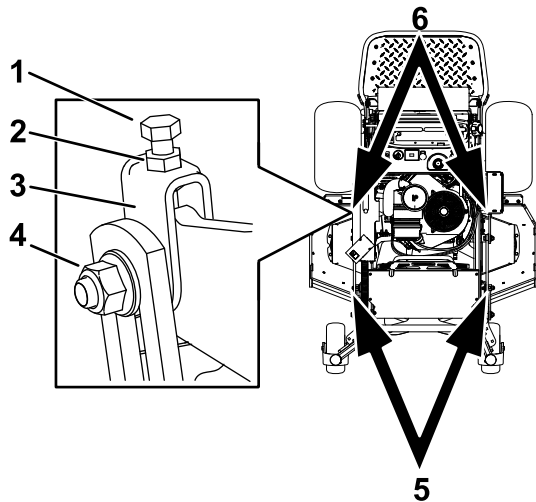

図 97
1. 調整したいデッキのヨークのジャムナットとサイドナットをゆるめる 図 97。
2. ヨーク上部にあるボルトを回して刈り込みデッキの高さを調整する 図 97。
5. 測定値が適正でない場合には、調整すべきヨーク2つを探し出す 図 97。